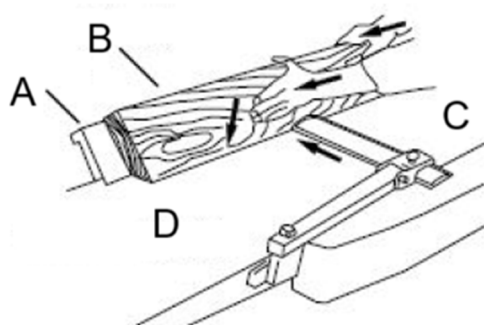

Figura 21
5. Introduceți materialul prin capul de tăiere, asigurându-vă că suprafața materialului este complet plată pe gard și că marginea face contact solid pe mesele de alimentare și de ieșire (Figura 21).